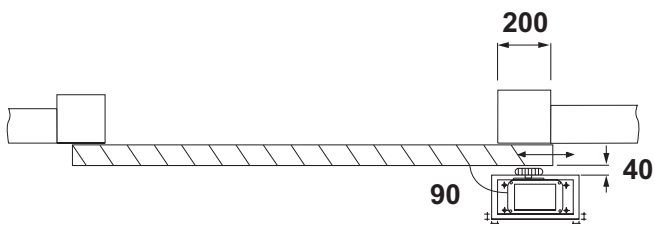
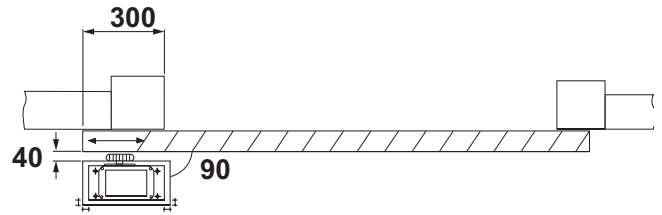

Fig. 3A / Abb. 3A
Fig. 3B / Abb. 3B
Rispettare misure e angoli indicati in Fig. 3a (installazione dx) e in Fig. 3b (installazione sx).
- mm 200 per l'installazione dx (Fig. 3a)
- mm 300 per l'installazione sx (Fig. 3b)
Respecter les dimensions et les angles indiqués sur la Fig. 3a (pose à droite) et sur la Fig. 3b (pose à gauche).
- mm 200 pour la pose à droite (Fig. 3a)
- mm 300 pour la pose à gauche (Fig. 3b)
Respetar las medidas y ángulos indicados en Fig. 3a (instalación derch.) y en Fig. 3b (instalación izqu.).
- 200 mm. para la instalación derch. (Fig. 3a)
- 300 mm. para la instalación izq. (Fig. 3b)